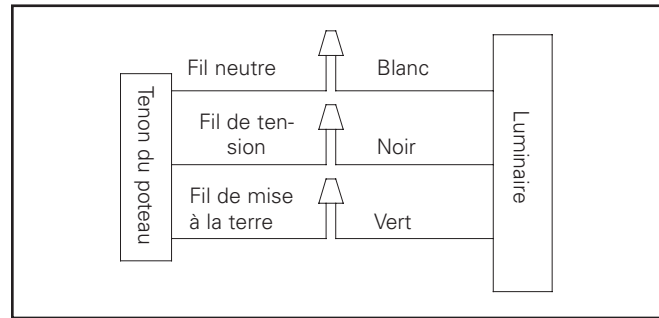

Figure 1.
2. Connectez les fils d'alimentation aux fils de sortie appropriés du luminaire (figure 1).